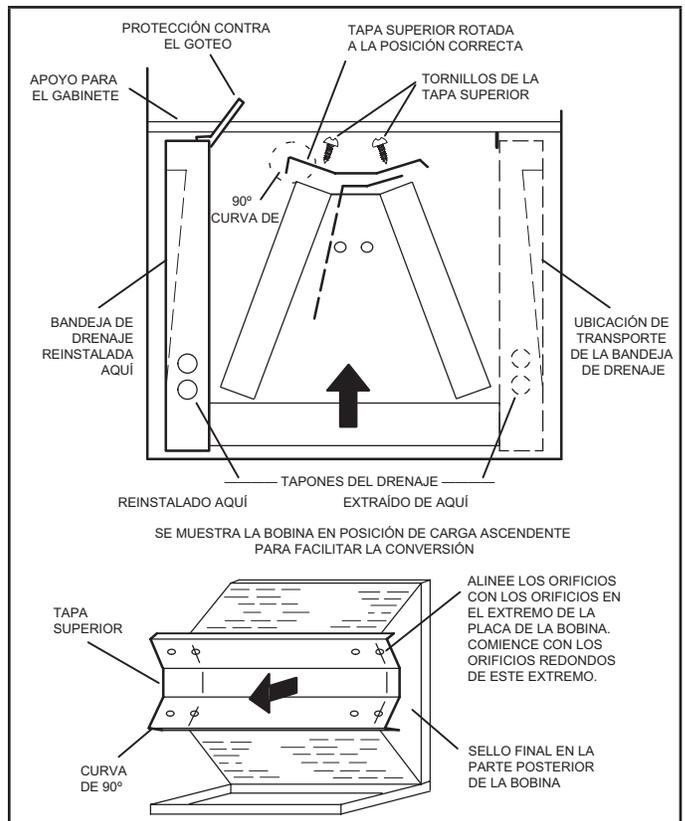

IMAGEN 4. Modificación en el lugar para la descarga por el lado izquierdo
- 5 - Retire los tornillos de la cubierta superior. Retire el tornillo de la protección horizontal contra el goteo que está situado en el centro del cierre final de la parte posterior de la bobina, tal como se ilustra en la Imagen 4 de la página 5.
- 8 - Gire la tapa superior en 180° desde la parte delantera hacia la posterior y alinéela con los orificios para los tornillos que aún no se utilizan. Los orificios se deben alinear con las placas de cierre delantera y posterior de la bobina. La cubierta superior tiene una curva de 45° en un lado y una de 90° en el otro. **La curva de 90° debe estar en el mismo lado que la bandeja de drenaje horizontal**, tal como se ilustra en la Imagen 4 de la página 5.